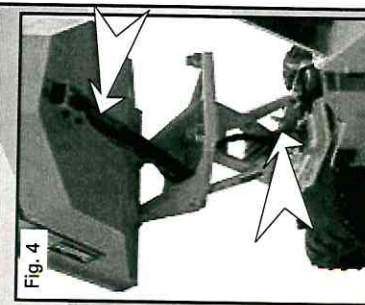

Fig. 4
- Coloque el canal de bloqueo sobre el vástago del cilindro de volteo y asegúrelo con un pasador; luego monte la cuchara hasta que sea obstaculizada por el canal (Fig. 4 (A))
- Con el fin de asegurar la cuchara en su posición elevada, coloque el canal de bloqueo sobre el vástago del cilindro de elevación (Fig. 4 (B))